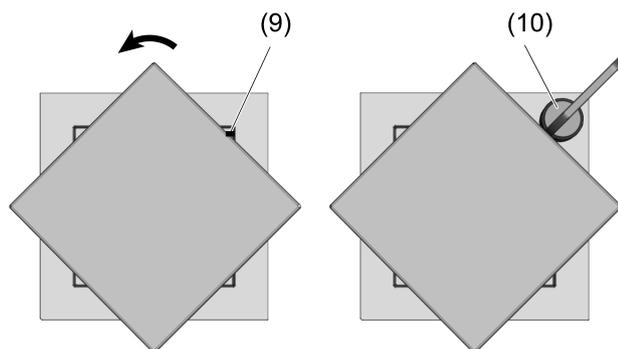

Imagen 6
- Girar el módulo de luz 45°, para que la marca (9) quede libre (Imagen 6).
- Colocar el imán (10) a la altura de la marca (9) sobre la cubierta, hasta que se escuche un sonido tipo 'clic'.